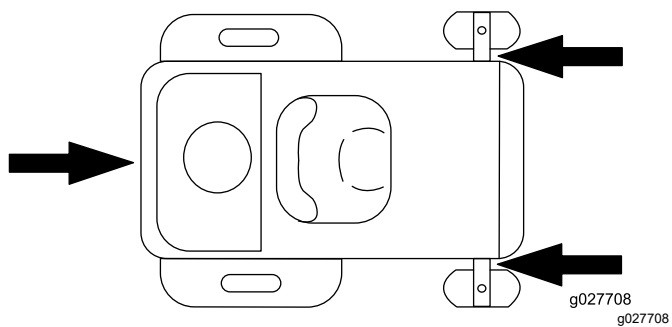

Figure 28
- Arrimez la machine près des roues pivotantes avant et du cadre arrière à l'aide de sangles, chaînes, câbles ou cordes (Figure 28). Reportez-vous à la réglementation locale concernant les exigences en matière d'arrimage.